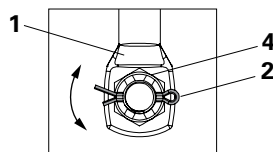

Fig. 18a
5. Inserire la copiglia (2) nel foro della vite (3) e allargare. (Fig. 18a)